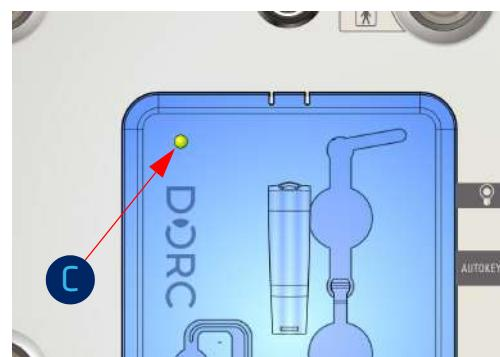

Fig. 52: LED do cartucho
- Coloque um cartucho. O cartucho se encaixa no EVA. O LED [C] se **ACENDE** (fig. 52).